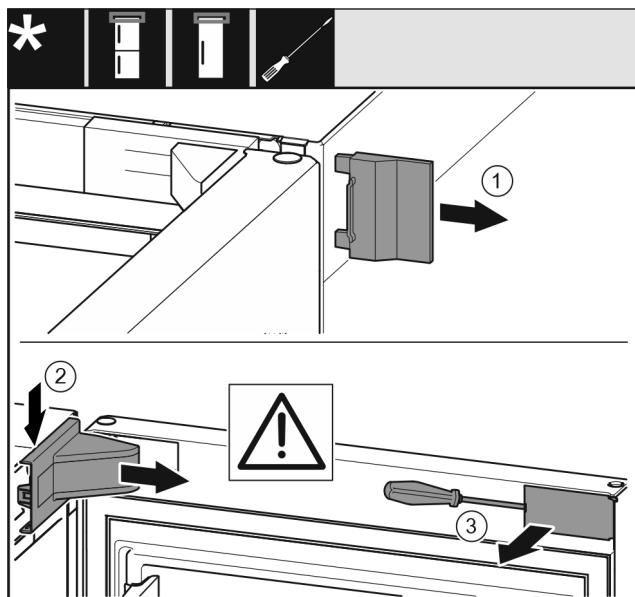

Fig. 8
▶ 取下外盖。Fig. 8 (1)
▶ 拆卸并松开托架盖。取下托架盖。Fig. 8 (2)
▶ 使用带槽螺丝刀松开隔板并把它转到一边。Fig. 8 (3)